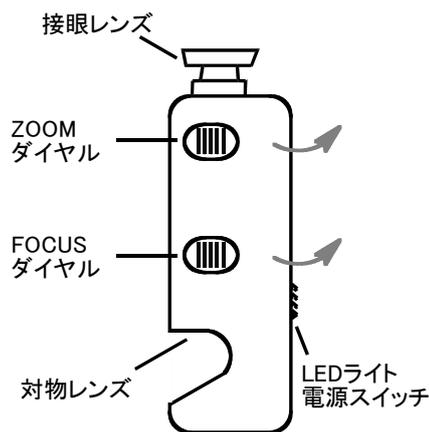

図 5 コンパクト光学顕微鏡
- ① ZOOM と FOCUS のダイヤルが、図 5 の右図の矢印の方向に完全に回してあるかどうかを確認する。これが最も低倍率である拡大率 60 倍の状態である。
- ② 顕微鏡を直接プレパラートに乗せる。結晶が顕微鏡に付着しないように気をつけること。もし付着したら、キムワイプでふき取る。LED ライト電源スイッチを押してライトを点灯させ、FOCUS ダイヤルを回してピントを合わせる。
- ③ ZOOM ダイヤルを回すと、拡大率を 100 倍まで任意に調節することができる。ただし、FOCUS ダイヤルをその都度回して再調整すること。